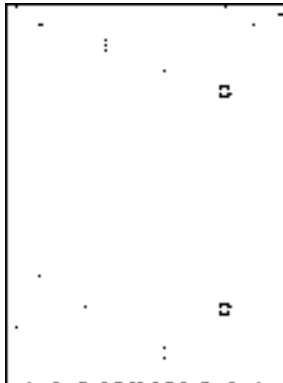

图 14-60 插入图形
5) 双击地漏样式图标, 单击插入点即可完成绘制地漏图形的操作, 结果如图 14-60 所示。